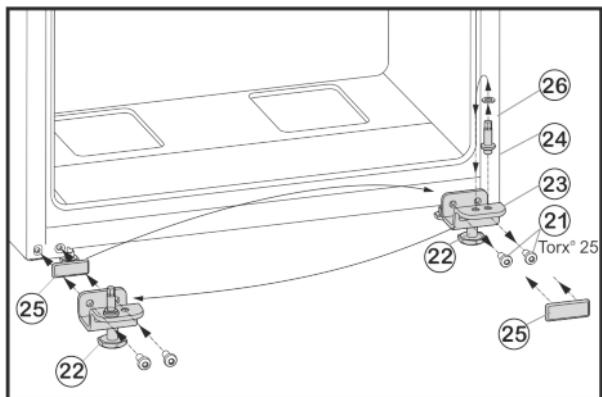

Fig. 6
- ▶ Открутите крепежные винты Fig. 6 (21).
- ▶ Снимите нижний опорный кронштейн Fig. 6 (23) вместе с опорным пальцем Fig. 6 (24), шайбой Fig. 6 (26) и регулируемой опорой Fig. 6 (22).
- ▶ Открутите опорный палец Fig. 6 (24) вместе с шайбой Fig. 6 (26) и, переставив в отверстие на противоположной стороне опорного кронштейна, снова прикрутите.
- ▶ Аккуратно снимите защитную пластины Fig. 6 (25) и переставьте ее на противоположную сторону.
- ▶ Прикрутите нижний опорный кронштейн Fig. 6 (23) вместе с опорным пальцем Fig. 6 (24), шайбой Fig. 6 (26) и регулируемой опорой Fig. 6 (22) с другой стороны шарнира (**с моментом 4 Нм**), при необходимости используйте аккумуляторный шуруповерт.
- ▶ Установите нижнюю дверцу сверху на опорный палец Fig. 6 (24).
- ▶ Выверните регулируемую опору Fig. 6 (22) на нижнем опорном кронштейне Fig. 6 (23) до ее соприкосновения с полом.